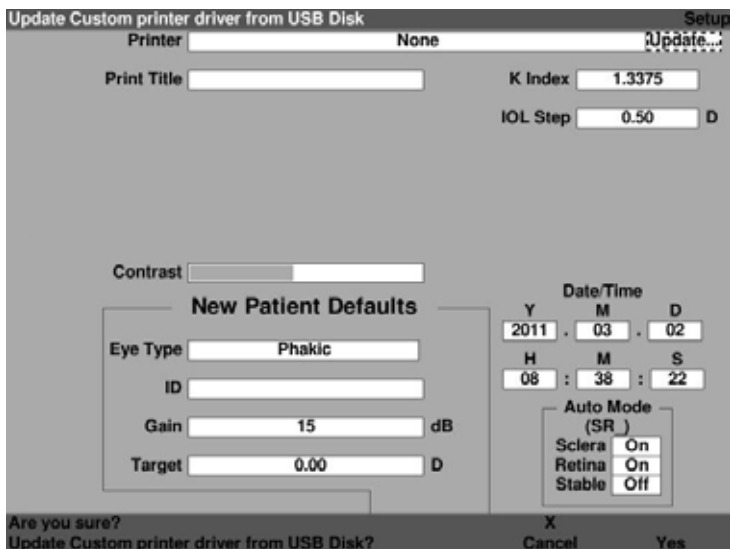

Figura 5-29 Tem certeza?
7. Pressione o botão giratório ou o sinal de conferido para ativar o campo, indicado pela borda tracejada conforme mostrado na Figura 5-29.